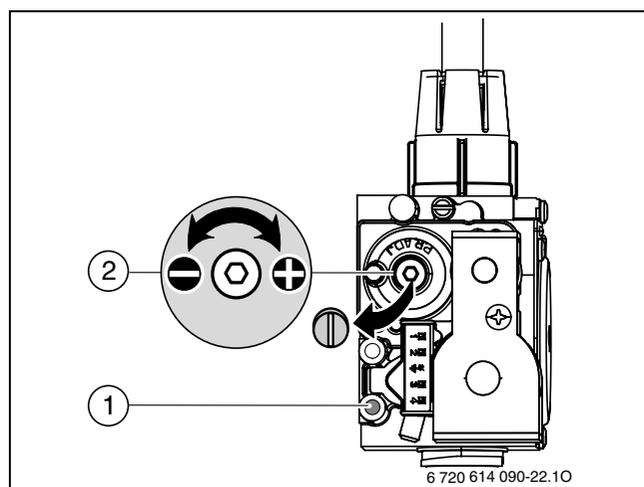

Fig. 40
- ▶ Rimuovere il sigillo dalla vite di regolazione del gruppo del gas (fig. 40) e impostare il valore di CO2 corrispondente alla potenza termica nominale minima (tab. 19 e 20) agendo sulla vite di regolazione.